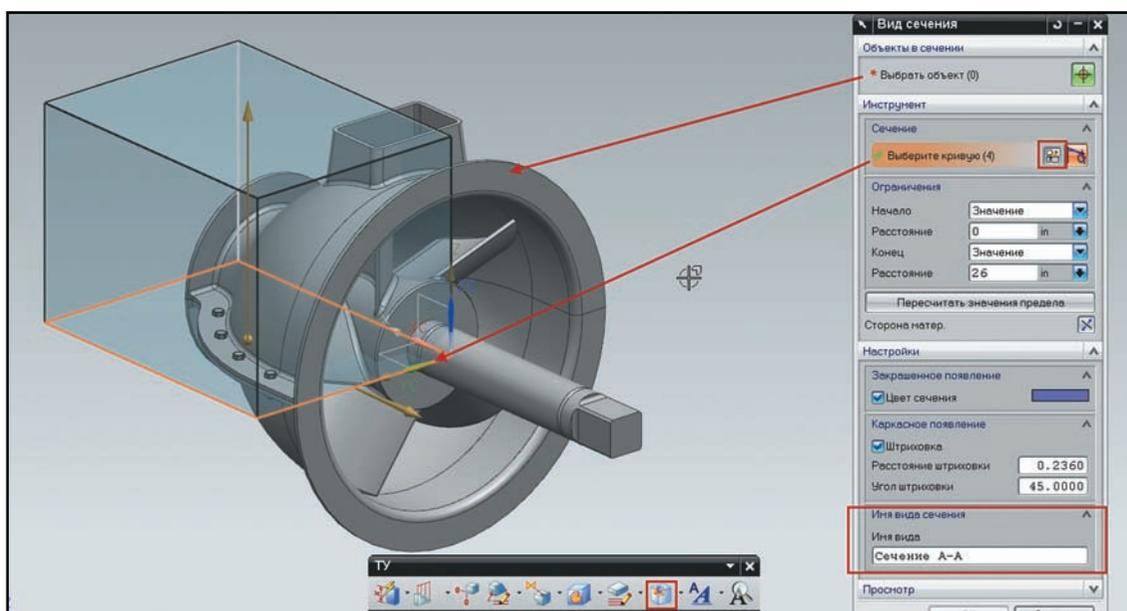

Рисунок 9.41. Создание выреза в виде
- Нажмите кнопку создания эскиза и, расположив его на плоскости XY рабочей системы координат, нарисуйте прямоугольник, выходящий за границы выбранного тела. Затем нажмите кнопку **Завершить эскиз (Finish Sketch)** (рис. 9.41).